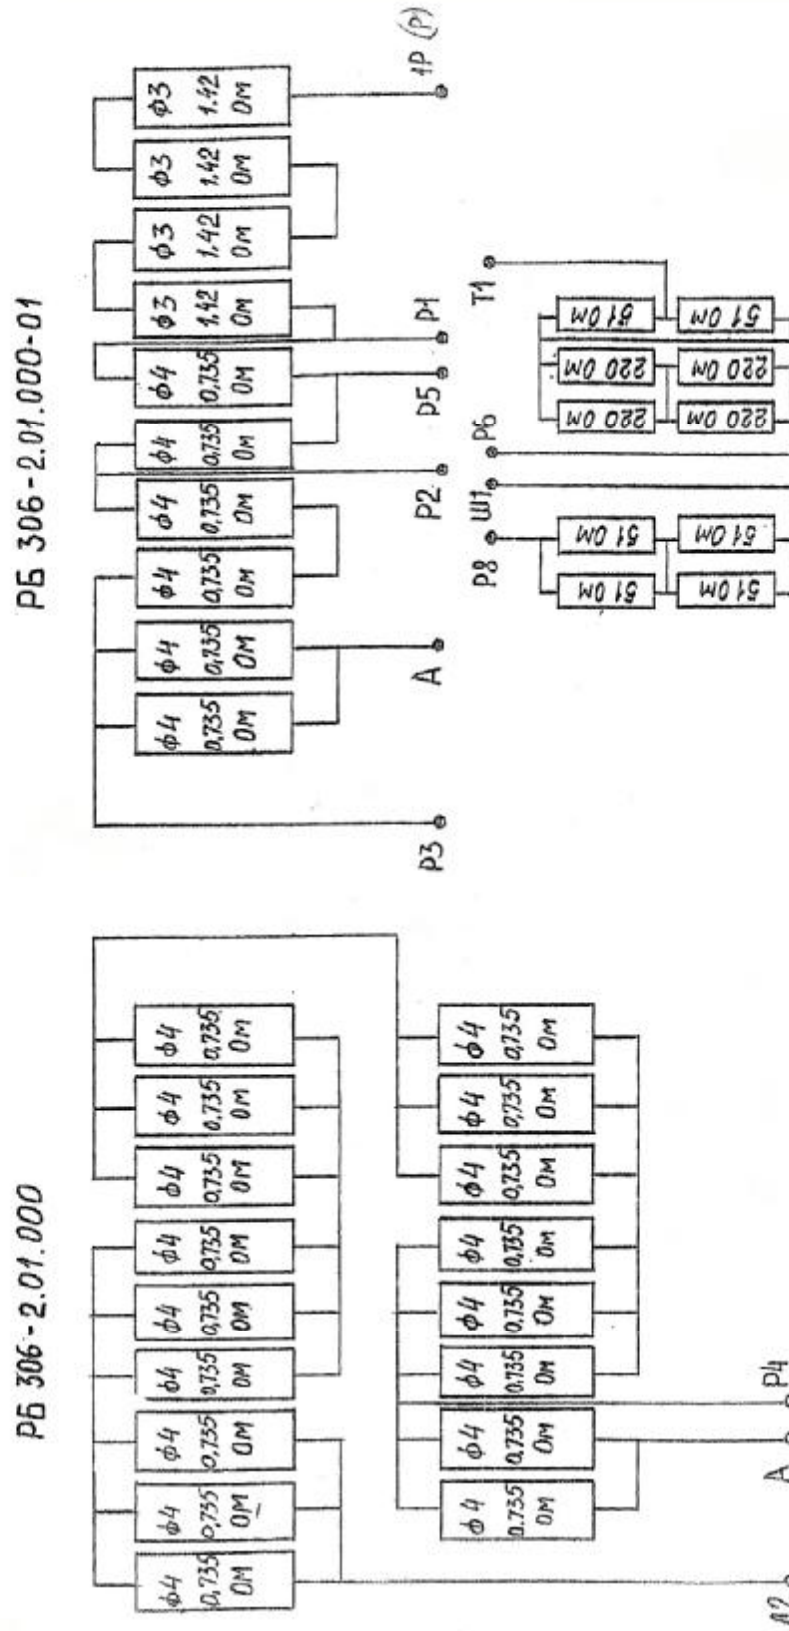

Рис. 2
4.2.10. В положении «Медленно» двигатель работает соответственно на подмотку или принудительную отдачу кабеля. При работе на характеристике «Медленно» включены силовые контакторы КММ, КМ1, КМ2 или КМ3, КМ4, КМ6, КМ9, горят лампы Н2 и Н7. Контактор КМ6 вводит последовательно с якорем двигателя ступень сопротивления R3-R5. Контактор КМ9 подключает параллельно якорю и обмотке возбуждения два сопротивления: часть сопротивления R2 и сопротивление R1. Схема соединений набора сопротивлений серийной и шунтовой обмоток двигателя приведены на рис.2.
5.4.1. Необходимый для обеспечения режимов работы двигателя набор балластных резисторов состоит из проволочных элементов Х25ЮТ5, помещенных в двух ящиках. Для подключения внешних цепей в ящиках имеются клеммные панели. В ящиках также размещены гасящие сопротивления обмотки электротормоза и параллельной обмотки возбуждения двигателя. Электрическая схема соединений приведена на рис. 2.